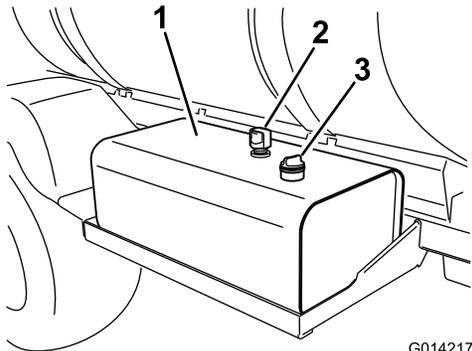

图 107
2. 清洁液压油箱量油尺盖周围的区域然后取下盖子 **图 107**。